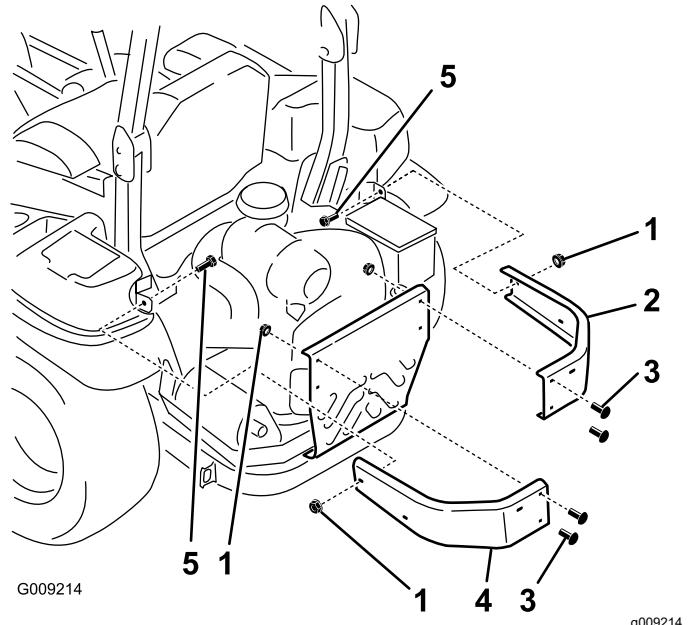

Figure 5
1. Retirez les écrous et les boulons qui fixent les pare-chocs latéraux sur la machine (Figure 5).
retirés précédemment et 6 écrous à embase ($\frac{3}{8}$ "), comme montré à la Figure 5.